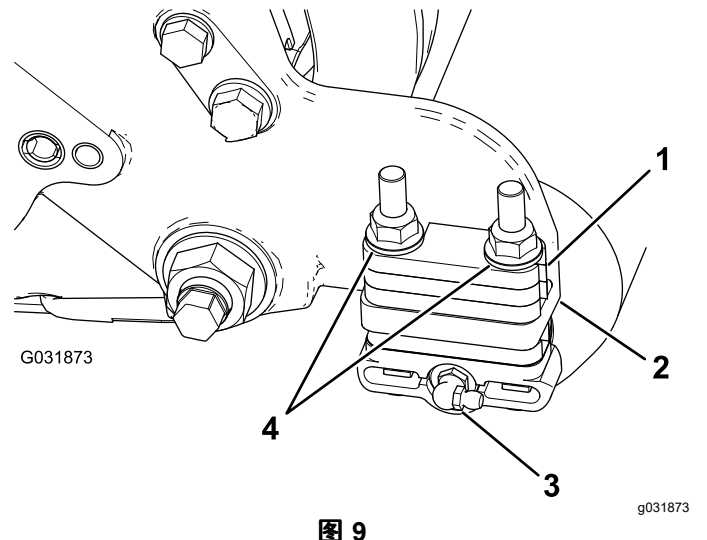

图 9
1. 从滚刀组的滚筒刷架一侧拆除滚筒的黄油嘴图 9。
3. 拆掉将每个滚筒支架固定到侧板上的 2 个凸缘锁紧螺母图 9。